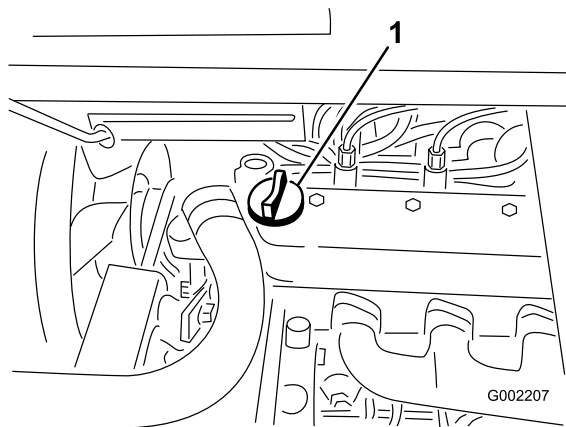

图40
3. 如果机油油位较低、请从气门室盖（图40）上拆下加油颈盖、从开口处注入机油、直至油位达到量油尺上的“已满”标记；参阅“机油维护”小节、了解适合的机油类型和粘度。在此过程中应缓慢添加机油并不时检查油位。切勿过量添加。